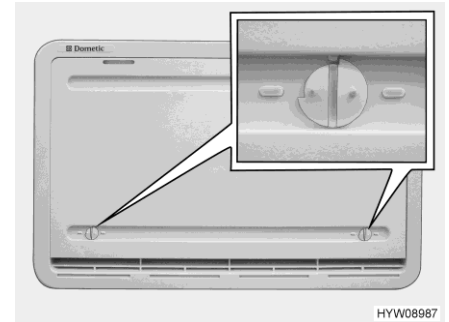

Bild 120 Vinterskydd (kylskåpets ventilationsgaller)
Vinterskyddet (Bild 120) skyddar kylaggregatet för kall luft. Sätt vinterskydden framför båda kylskåpets ventilationsgaller, om utemperaturen sjunker under +10 °C (både vid gas- och eldrift).
- Öppna båda lås (Bild 120) (noten står horisontellt).